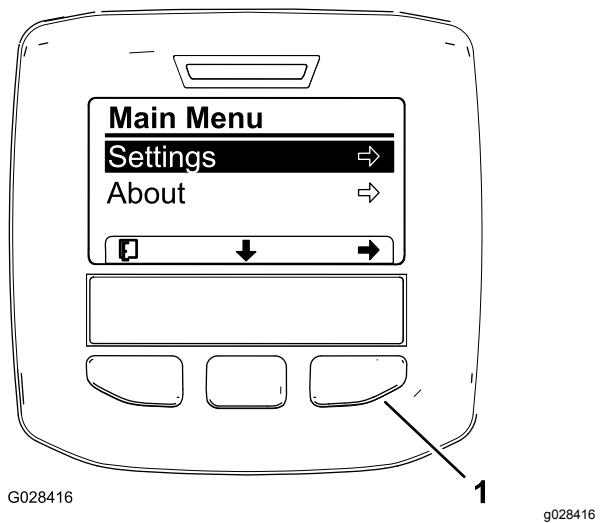

Figura 62
3. Carregue no botão de seleção central para aceder ao menu principal (Figura 62).
5. Pressionando o botão de seleção esquerdo guarda a sua seleção, sai do menu de definições e regressa ao menu principal (Figura 62).
9. Pressionando o botão de seleção esquerdo, sai do menu de definições e regressa ao menu principal (Figura 62 e Figura 64).